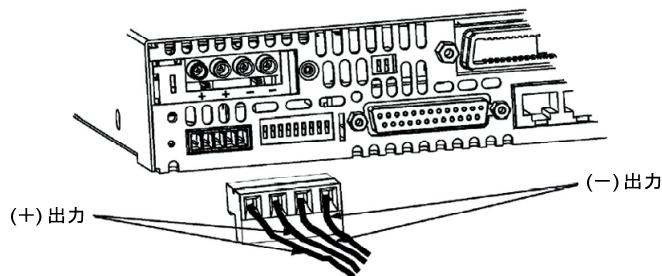

図 2-10 出力ターミナルへの負荷線の接続
- (1) 各負荷線の終端の被覆を約 10mm 剥いてください。
- (2) コネクタ端子ネジを緩めてください。
- (3) 剥離した線を端子の中に差込み、端子ネジをしっかり締めてください。
- ◆ 詳細は、下図 2-10 を参照してください。